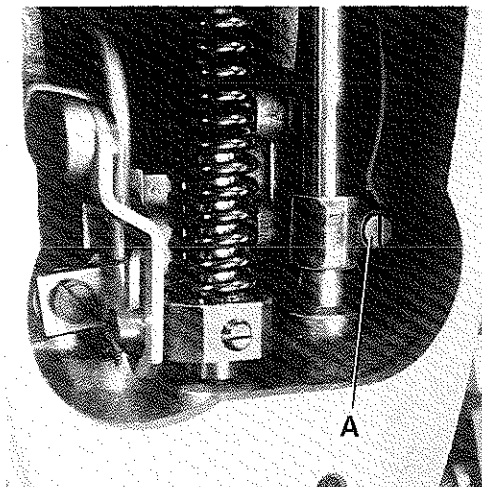

Fig.16
2. Remove the head cover.\* Loosen screw (A, Fig. 16) in the needle bar connection and rotate needle bar until the needles center in the needle holes of throat plate.
3. Retighten screw (A).
\* Screw (A, Fig. 16) will also be accessible when removing the plug in the head cover, without dismounting head cover.
For adjustment loosen screw (A, Fig. 16) and move needle bar up or down as required. Retighten screw (A).
2. Entfernen Sie den Kopfdeckel\*. Lösen Sie die Schraube (A, Fig. 16) im Nadelstangenmitnehmer und drehen Sie die Nadelstange bis die Nadeln mittig in den Stichlöchern der Stichplatte stehen.
3. Ziehen Sie die Schraube (A) wieder an.
\* Die Schraube (A, Fig. 16) wird auch ohne Abbau des Kopfdeckels zugänglich, wenn man den Verschluss im Kopfdeckel entfernt.
Lösen Sie für diese Einstellung die Schraube (A, Fig. 16) und schieben Sie die Nadelstange nach Bedarf nach oben oder unten. Ziehen Sie die Schraube (A) wieder an.